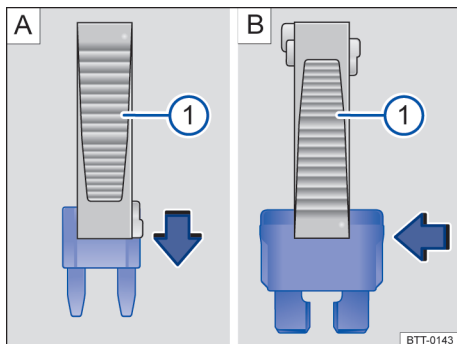

Fig. 122 Remover ou instalar um fusível com a garra da pinça de plástico ⓘ.
- Se necessário, retirar a pinça de plástico → Fig. 122 ① do suporte. O suporte se encontra na parte traseira da caixa de fusíveis perto da tomada de conexão para diagnóstico.
- Em caso de *fusíveis pequenos*, encaixar a garra ① por cima → Fig. 122 A.
- Em caso de *fusíveis maiores*, empurrar a garra ① lateralmente sobre o fusível → Fig. 122 B.
- Caso o fusível esteja queimado, substituir o fusível por um novo da *mesma* intensidade de corrente (mesma cor e inscrição) e do *mesmo* tamanho → ①.
① NOTA